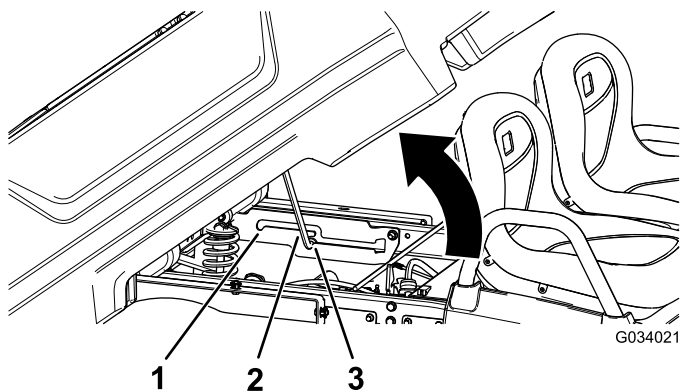

Figura 20
2. Tirate l'asta di supporto nella fessura di arresto della posizione di scarico per ancorare il pianale per lo scarico (Figura 20).
2. Tirate l'asta di supporto nella fessura di arresto della posizione di assistenza per ancorare il pianale per la manutenzione (Figura 20).
2. Estraete l'asta di supporto dalla fessura di arresto (Figura 20).